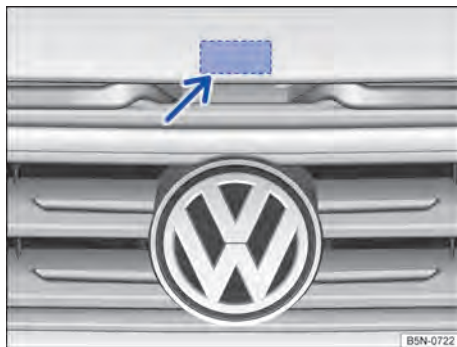

Fig. 234 Acima da grade do radiador: alavanca de acionamento para a tampa dianteira.
- Erguer a tampa dianteira, pressionar a alavanca de comando e abrir totalmente → Fig. 234. A tampa dianteira é suportada pelo amortecedor a gás.